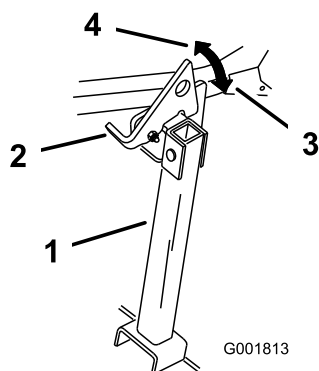

Figura 43
2. Levante el enganche a la posición desbloqueada (Figura 43).